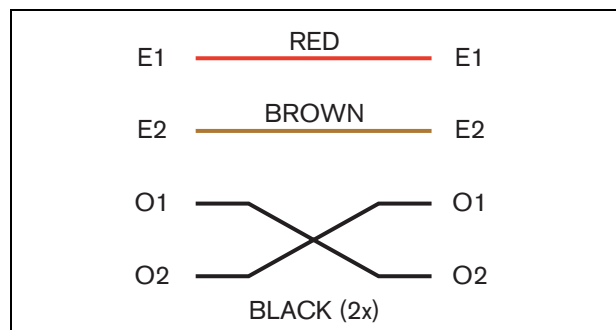
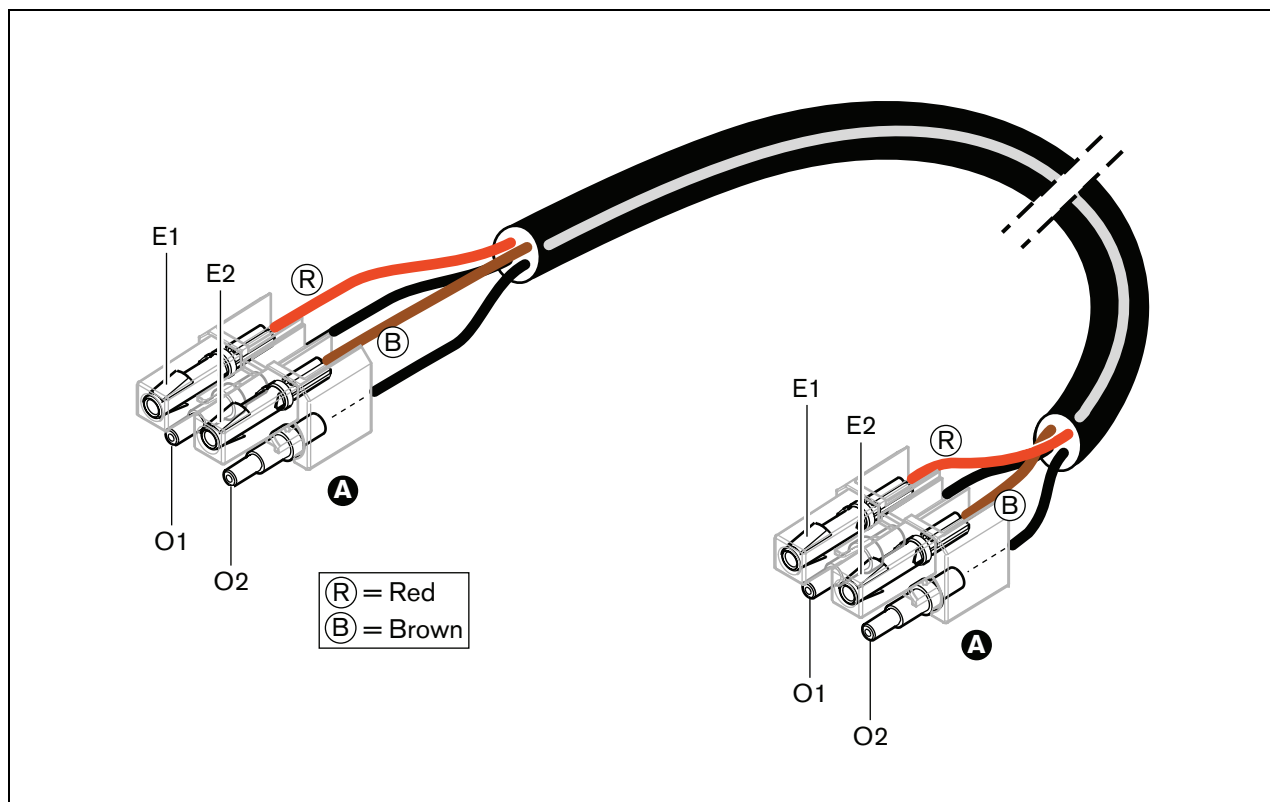
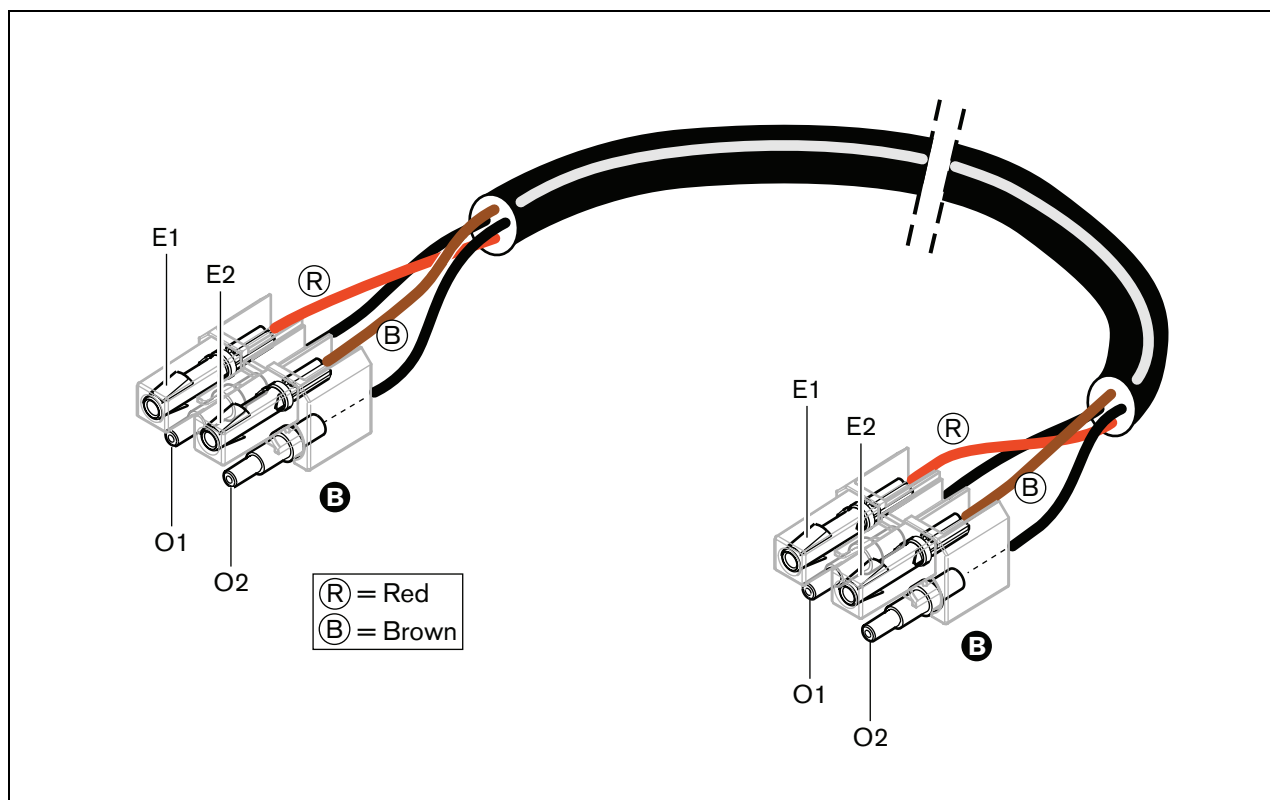
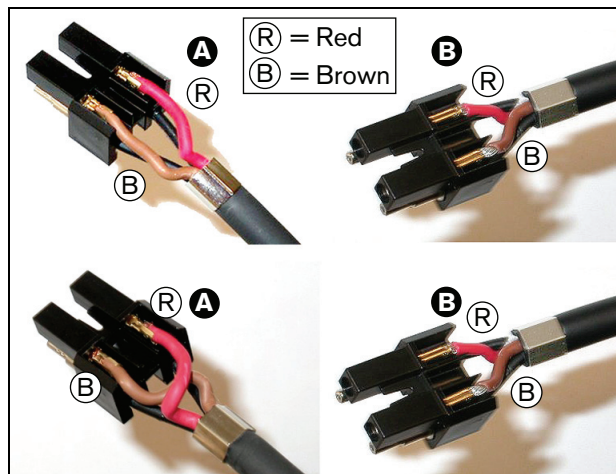

Abb. 29.28: Schaltplan
Abb. 29.29: Verkabungsschema für Typ A optischer Netzkabel
Abb. 29.30: Verkabungsschema für Typ B optischer Netzkabel
Abb. 29.33: Montage von Block und hinterem Gehäuse
Beachten Sie auch das Verkabelungsschema (siehe Abb. 29.28). Praktische Implikationen dieses Schemas finden Sie unter Abb. 29.29 und Abb. 29.30).
- 28 Haken Sie die Hülsen in den Montageblock (siehe Abb. 29.33). In einem der Anschlüsse, die mit einem Kabel von Typ A verbunden werden, müssen die roten und braunen Kupferdrähte über Kreuz verlaufen, um das Verkabelungsschema zu erfüllen (siehe Abb. 29.28).